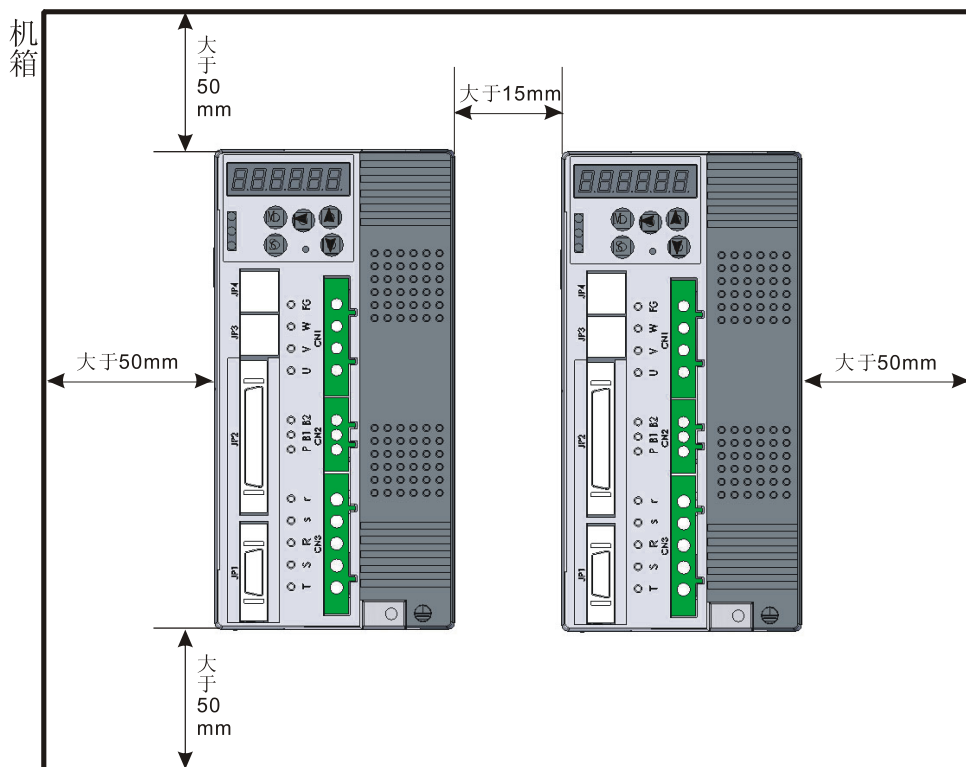

图 3.1 多个驱动器安装示意图
- ◆ 当在一个机箱内安装多个驱动器时，为了驱动器的良好散热，避免相互间电磁干扰，请参考图 3.1 所示：